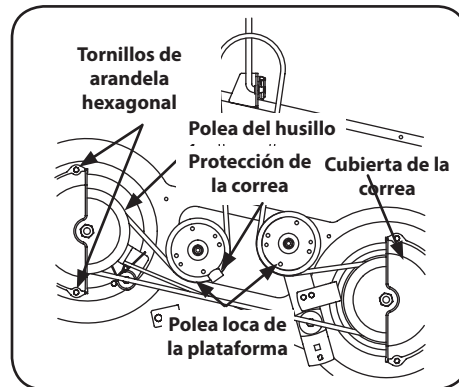

Figura 4-14
- Extraiga las cubiertas de la correa retirando los tornillos con arandela hexagonales que las sujetan a la plataforma. Consulte la Figura 4-14.
- Retire con cuidado la correa de la plataforma de alrededor de las dos poleas del husillo y las dos poleas locas de la plataforma. Consulte la Figura 4-14.
- Para colocar la correa nueva, comience pasando la correa alrededor de las dos poleas exteriores del husillo como se muestra en la Figura 4-14
- Pase la correa alrededor de las dos poleas locas de la plataforma, como se ve en la Figura 4-14.
- Reinstale la plataforma, comprobando que la correa se ha pasado alrededor de las poleas como se indica. Consulte la Figura 4-14.